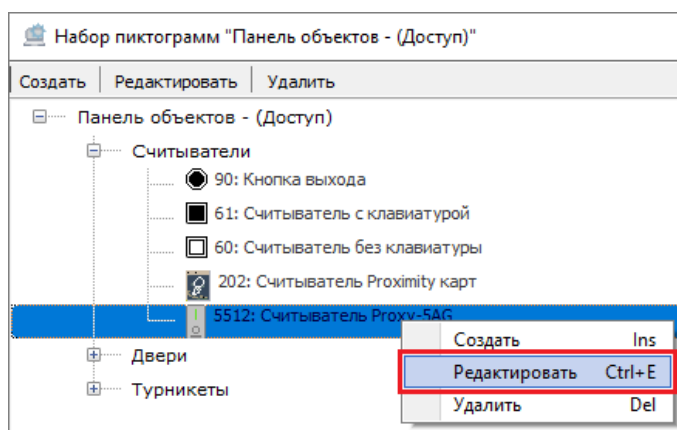

Рисунок 6-511 Переход к редактированию пользовательского вида пиктограмм
- 3) кликните по выбранному пользовательскому виду пиктограмм правой клавишей мыши и выберите в контекстном меню вида пиктограмм команду «Редактировать» (см. Рисунок 6-511) или выделите выбранный пользовательский вид пиктограмм и нажмите сочетание клавиш <Ctrl+E> на клавиатуре;